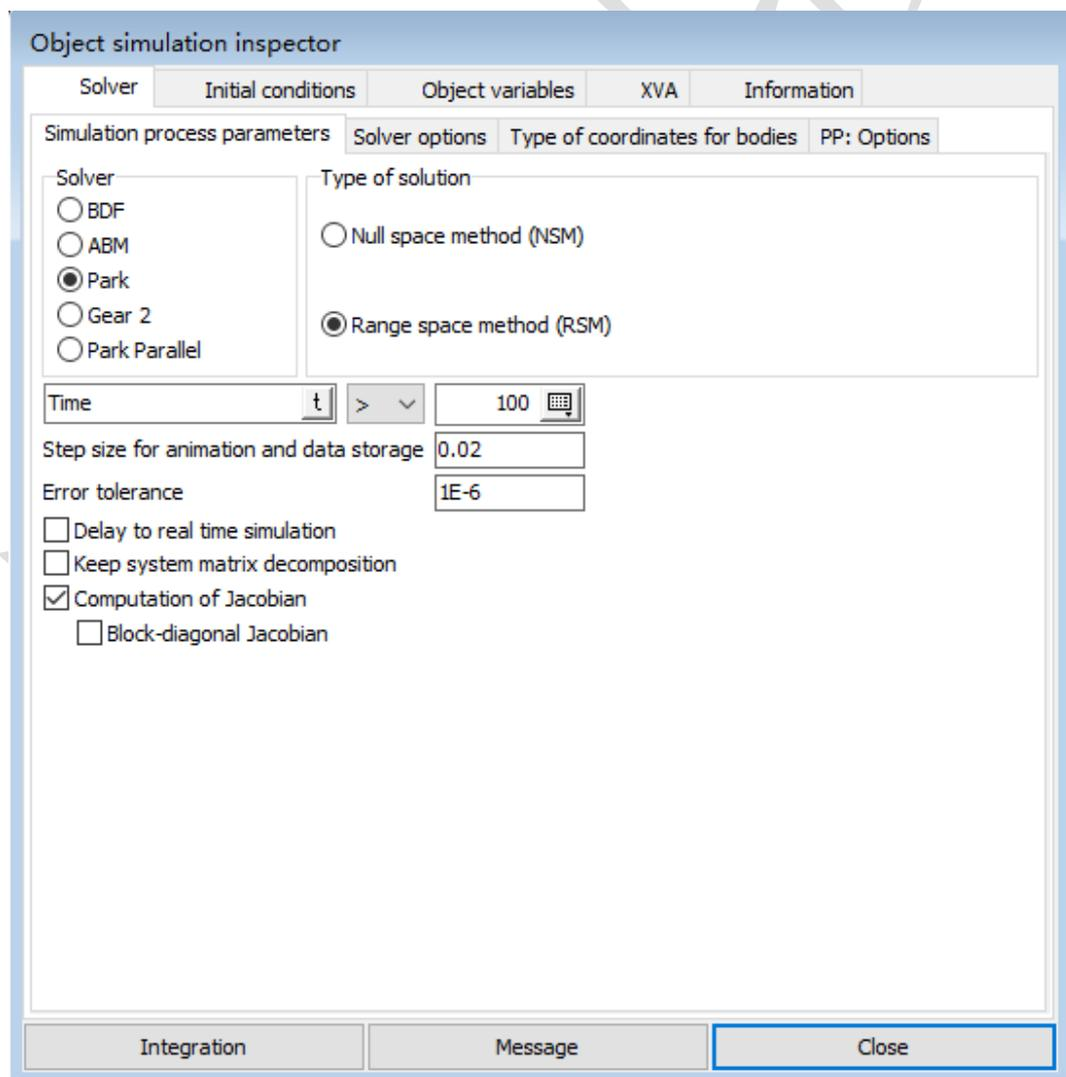

图 2-41
2) 在 **Solver** 页面，默认求解器为 **Park**，将仿真时间 **Time** 设置为 **100** (国际单位: s)，如图 2-41。